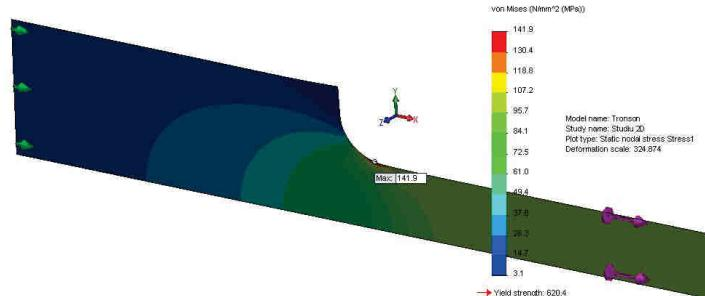

Fig. 11.12
- Prin dublu click pe ramura **Stress1 (vonMises)** se va activa afișarea distribuției de tensiuni VonMises, fig. 11.12.
- The VonMises stress distribution are displayed with a double click on the **Stress1 (vonMises)** branch, fig. 11.12.